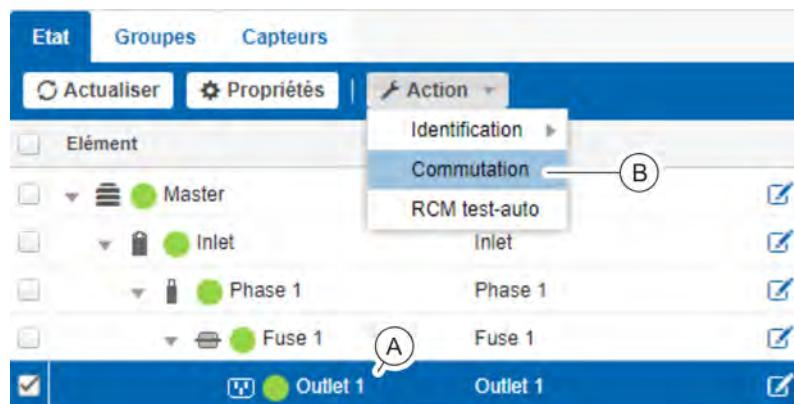

Fig. 101 : Menu « État » – Onglet « État »
2. ➔ Dans l'onglet « État », sélectionner la prise ou le groupe de prises souhaité (Fig. 101 /Ⓐ).
3. ➔ Appuyer sur « Action ➔ Commutation » (Fig. 101 /Ⓑ) pour ouvrir la fenêtre « Commutation ».